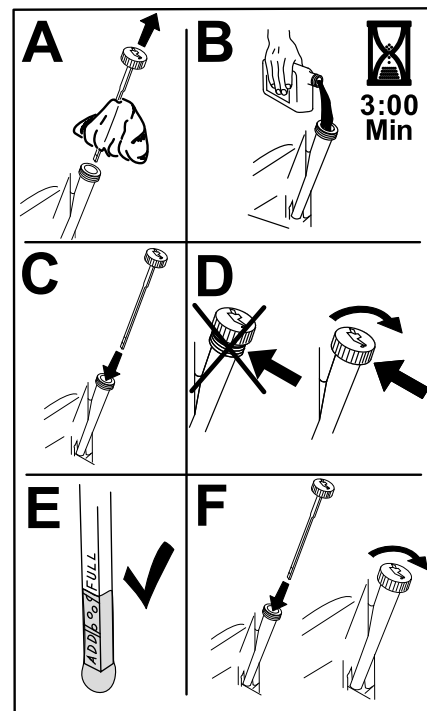

Figura 34
5. Versate lentamente circa l'80% dell'olio specificato nel tubo di riempimento e aggiungete lentamente l'olio aggiuntivo per portare il livello al segno di **pieno** (Figura 34).